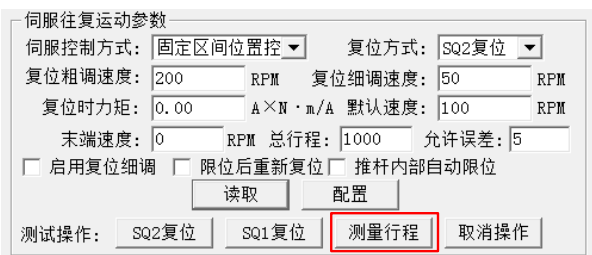

图 4.142 行程测量操作
- 7) 向往复运动测试寄存器（0x00cf）写 0x04 进行行程测量操作，如图 4.142 所示。在学习时，工作指示灯和故障指示灯将交替闪烁；电机拖动的装置首先会向起点（SQ2）方向移动，当起点限位触发后，驱动器便确定了行程起点位置，此时驱动器将“嘀”的一声短鸣；接着电机拖动的装置将会向终点（SQ1）方向移动，当终点限位触发后，驱动器便确定了行程终点位置，此时驱动器将再次“嘀”的一声短鸣。行程数值将自动写入 0x00c2-0x00c3 寄存器（行程控制相关的其它寄存器见小节），电机将停止转动，行程学习完成。